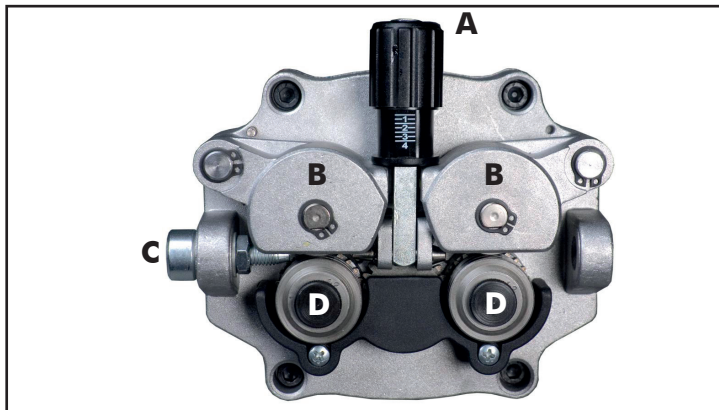

Figure 3 - Moteur dévidoir
- Desserrer et abaisser le bouton en plastique (A) et relâcher le levier presse-fil (B) (Fig.3). Extraire les résidus de fil éventuels de la gaine guide-fil.
- Relâcher le fil de la bobine et le tenir serré avec une paire de pinces de façon à ce qu'il ne puisse pas se dérouler. Si nécessaire, le redresser avant de l'introduire dans le guide d'entrée (C) du fil y introduire le fil en le faisant passer au-dessus des galets inférieurs (D) et dans la gaine guide-fil.